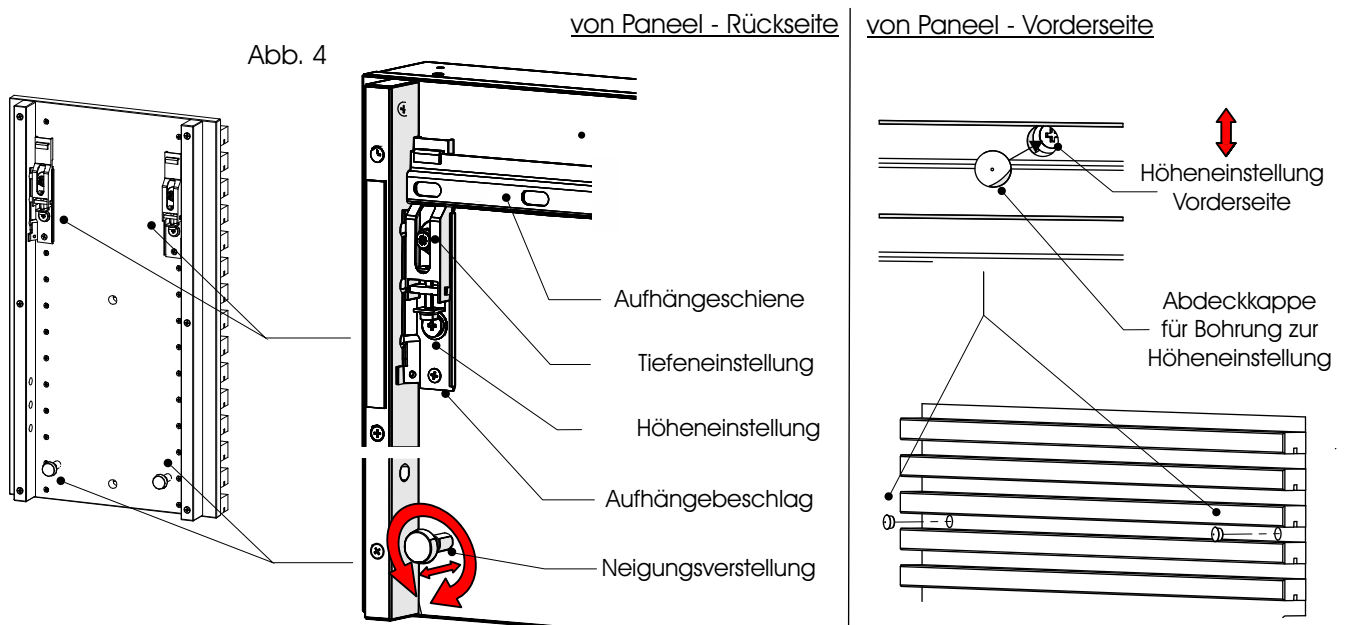

Abb. 4
5. Verschrauben Sie nun von hinten die Garderobenstange mit der Paneel-Rückwand mit der Gewinde-schraube $\text{M}5 \times 40$ und der $\text{\O}12 \text{mm}$ Unterlegscheibe sowie den Boden an die Rückwand mit den Schrauben $\text{\O}7 \times 70 \text{mm}$ (Abb. 4)
3. Die Montagerückwand an die Wand befestigen; die Ø5,5x75mm Zylinderkopfschraube dabei nur leicht anziehen (Abb. 4)